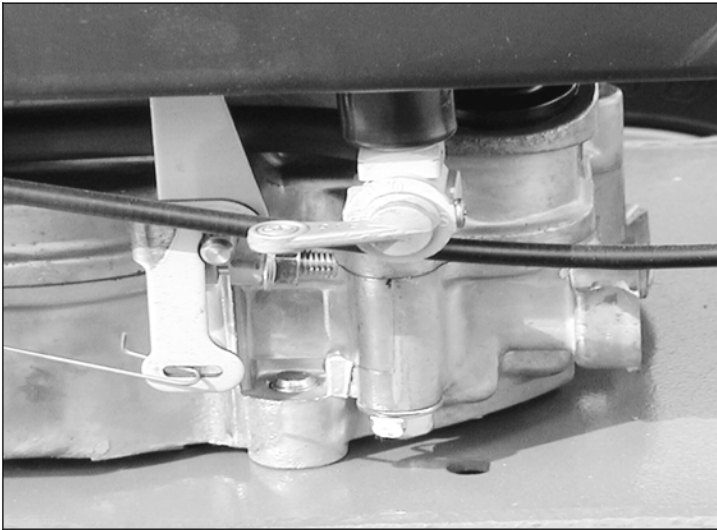

Figure 6 SH 60
Le robinet d'essence (Figure 6) permet de couper l'alimentation en carburant. Pour cela, il faut l'orienter vers l'avant. Il alimente le moteur lorsqu'il est positionné vers le bas.	Le robinet d'essence (Figure 6 bis, repère 1) permet de couper l'alimentation en carburant. Pour cela, il faut l'orienter vers le côté. Il alimente le moteur lorsqu'il est positionné vers l'arrière.
Figure 6 bis SH 70
- Fermez le robinet d'essence (Figure 6 et 6 bis).